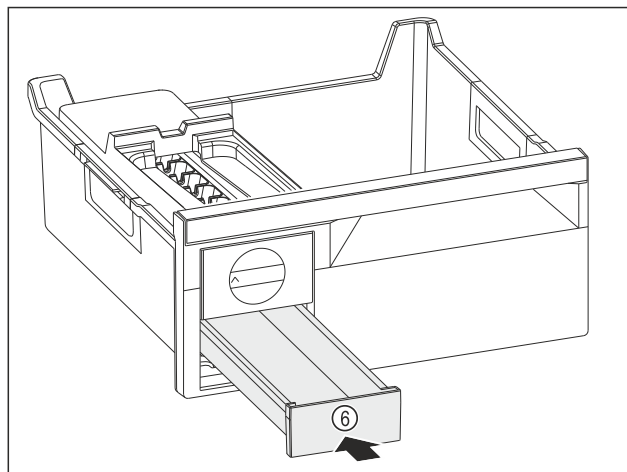

Fig. 90
- ▶ IJsblokjesvak Fig. 90 (6) inschuiven.